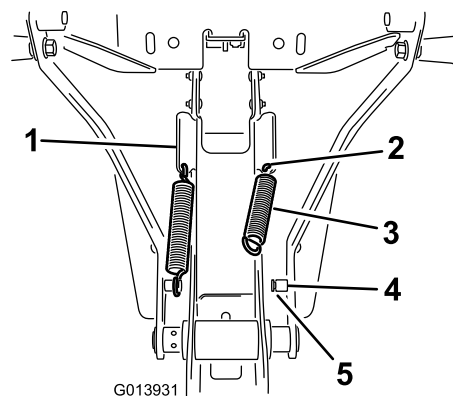

Figure 18
- Accrochez un côté du ressort dans le trou et l'autre côté sur l'ergot (Figure 18).
- Veillez à engager correctement l'extrémité du ressort dans la rainure de l'ergot (Figure 18).
- Accrochez le ressort dans le trou inférieur de la patte inclinée sur le côté du cadre (Figure 18).